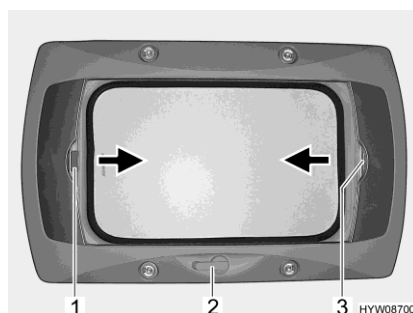

Fig. 72 Lanterneau à manivelle
- Tourner la manivelle (Fig. 72,2) jusqu'à ressentir une résistance.
- Tirer la poignée du dispositif occultant plissé (Fig. 72,3) dans le sens de la flèche et le relâcher lorsqu'il a atteint la position voulue. Le dispositif occultant plissé reste alors à cette position.
- Tirer sur la poignée (Fig. 72,1) de la moustiquaire dans le sens de la flèche jusqu'à toucher la poignée du dispositif occultant plissé (Fig. 72,3) située vis-à-vis et la faire s'enclencher.
- Appuyer sur la poignée de la moustiquaire (Fig. 72,1) vers l'arrière et le haut et décrocher la moustiquaire du dispositif occultant plissé (Fig. 72,3).